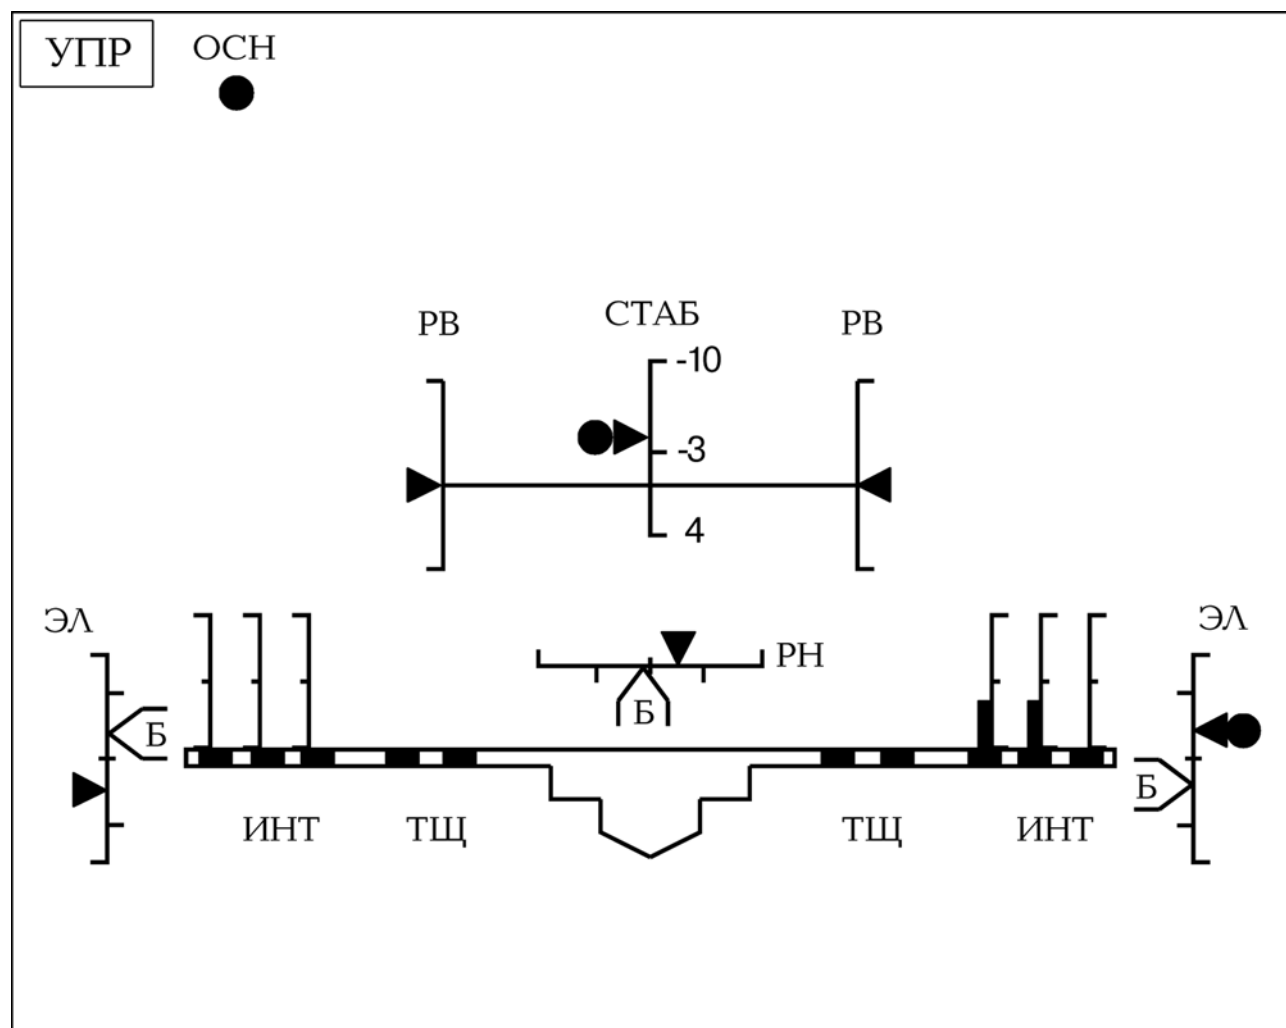

Рис. 10 Основной режим работы ЭДСУ. Крейсерский полет с примерами индикации отдельных контролируемых отказов
- *Рис. 10* — крейсерский полет с примерами индикации отдельных контролируемых отказов (основной режим работы ЭДСУ);